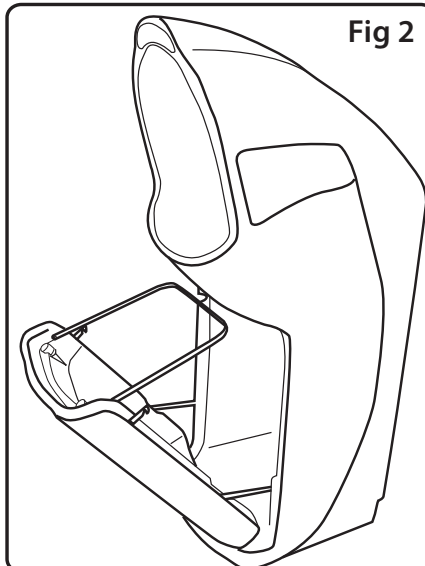

Fig 2
2. Baje la puerta hasta que esta descansa en las cintas de retención. Fig 2.